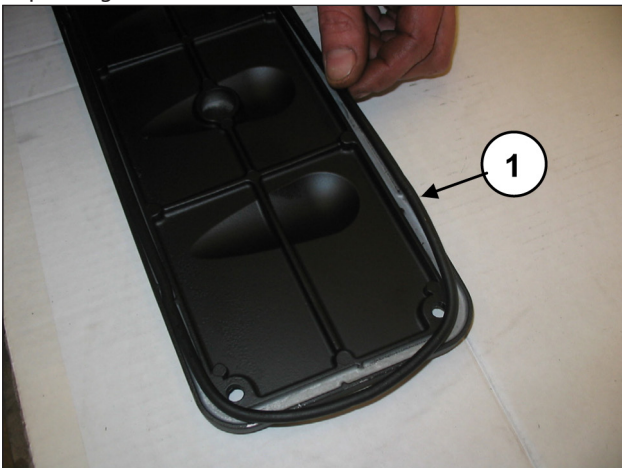
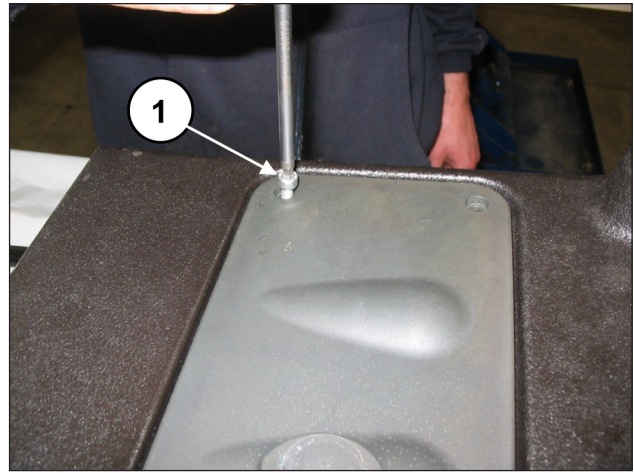

Fig. 99
Fig. 100
Insérer le joint torique (rep. ①, Fig. 99) sur les deux couvercles d'inspection et monter les couvercles à l'aide de 4+4 vis M6x14 (rep. ①, Fig. 100).